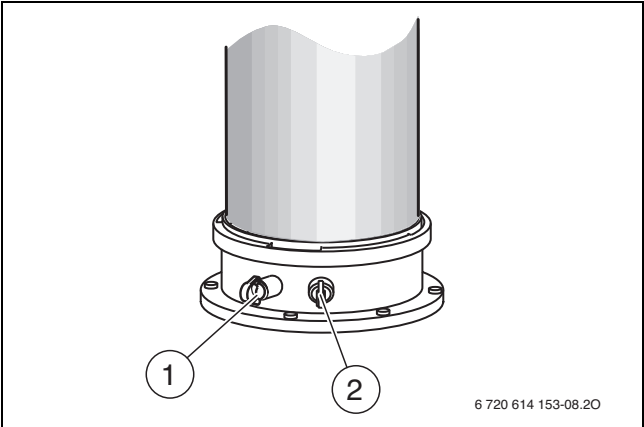

Fig. 88 Tubulure de mesure des fumées et de l'air de combustion
- ▶ Retirer le bouchon sur la tubulure de mesure de l'air de combustion (→ fig. 88,[2]).
- ▶ Retirer le bouchon de la tubulure de mesure des fumées (→ fig. 88, [1]).